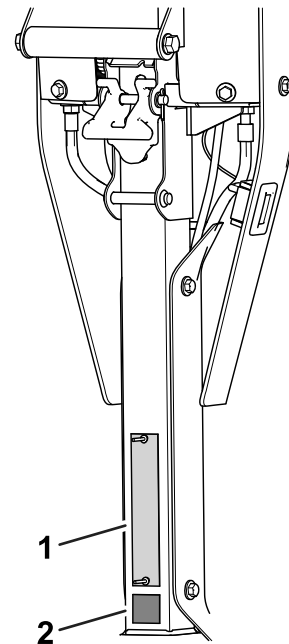

Figura 6
- Coloque la pegatina CE debajo de la placa del número de serie (Figura 6).